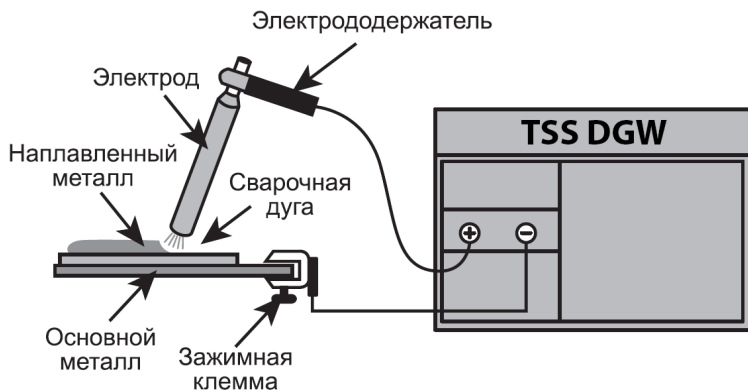

Рис. 8 Схема подключения сварочного генератора.
2. Подключите сварочные кабели к сварочному агрегату. Схематичное подключение сварочного генератора показано на Рис. 8. Способ подключения – обратная полярность.